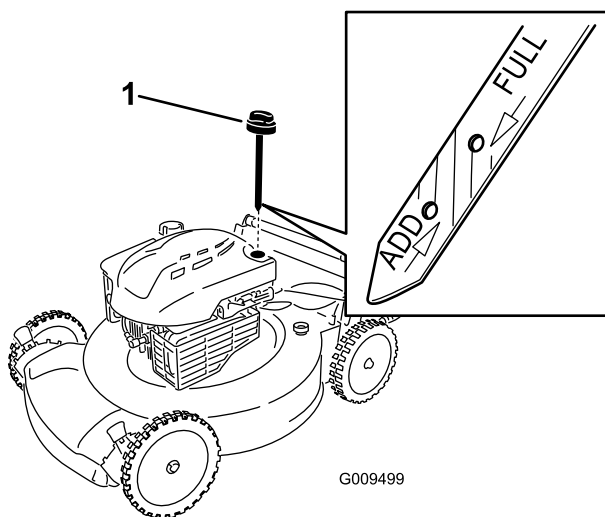

Рисунок 11
2. Извлеките масломерный щуп (Рисунок 11).
5. Выньте щуп и проверьте уровень масла по щупу, см. Рисунок 11.